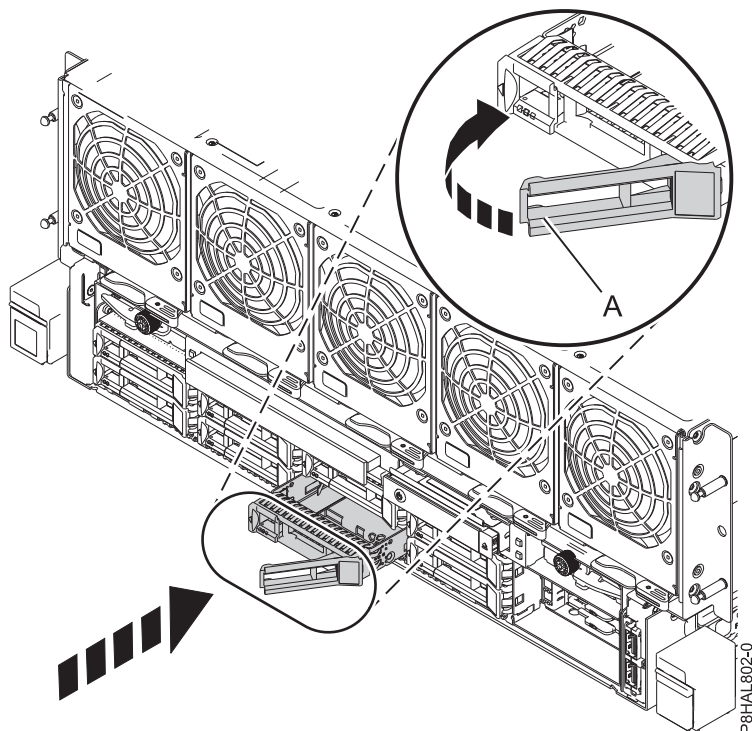

図 35. 8408-44E または 8408-E8E システムにおけるディスク・ドライブの取り替え
- ハンドルを押して手前に引き出して、ドライブ・ベイ・ハンドル (A) をアンロックします。ハンドルが完全に引き出されていないと、ドライブをシステムの中にスライドさせることができません。『49 ページの図 35』を参照してください。
8. 選択したスロットの識別 LED が明滅したら、ドライブをスロットの中に奥まで差し込み、ドライブ・ベイ・ハンドル (A) をロックされるまで押します。図 35